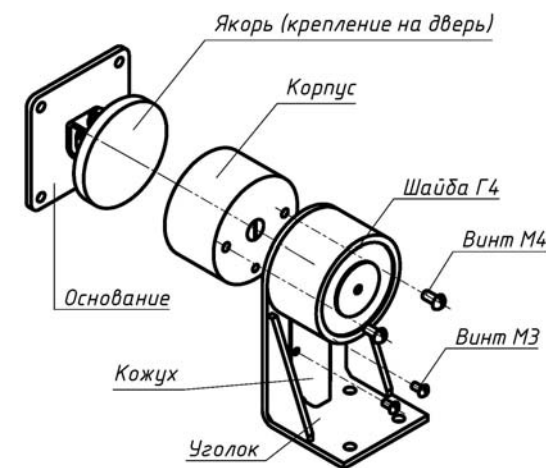

Рис.2
- **монтажный L-уголок AL-50FC** для крепления корпуса замка на пол (Рис.2):
- шайба Г4 (2) - 2 шт.,